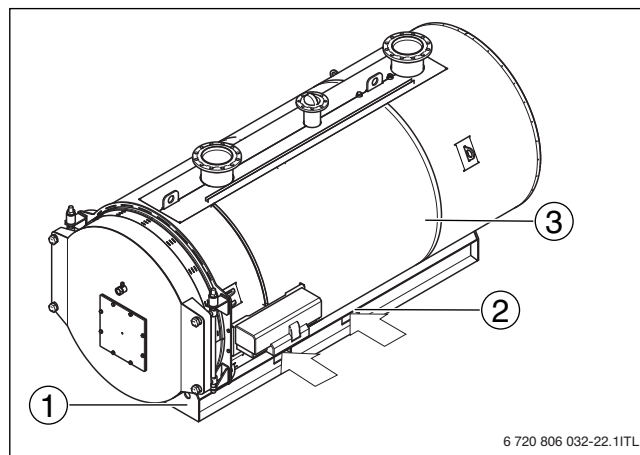

Рис. 9 Транспортировка котла вилочным погрузчиком
- ▶ Отверстия для транспортировки вилочным погрузчиком (→ рис. 9, [2]).
- ▶ Транспортируйте котёл с использованием транспортировочных отверстий в опорной раме (→ рис. 9, [2]).